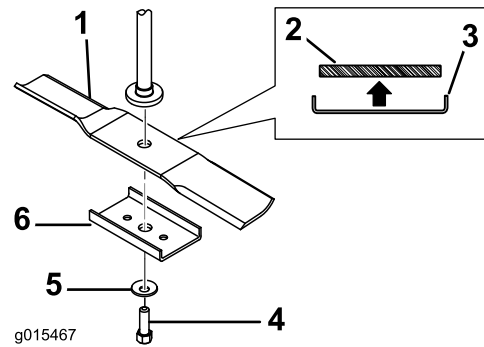
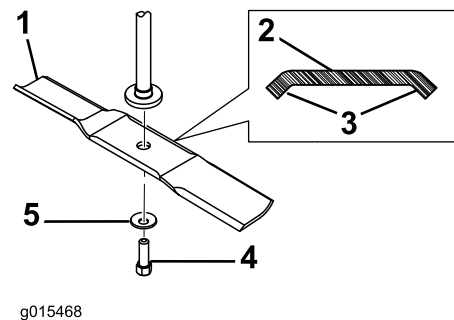

Bild 2
Bild 3
1. Wählen Sie unter den in Bild 2 und Bild 3 abgebildeten den Stil des Messers, der den Messern am Mähwerk am besten entsprechen. Halten Sie das Ende des Messers mit einem Lappen oder einem stark wattierten Handschuh und nehmen es ab.